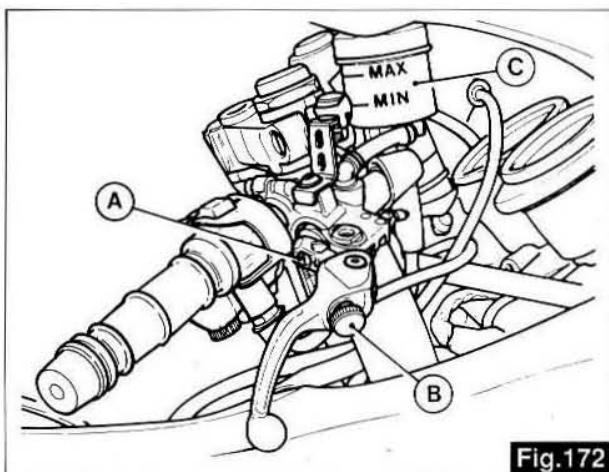

Fig.172
## 18.2 CONTRÔLE DU NIVEAU D'HUILE DANS LES RÉSERVOIRS (figures 172 et 173)
**1** Vérifiez fréquemment le niveau du fluide dans le réservoir avant «C» fig.172 et dans celui arrière «F» fig.173. Ce niveau ne doit jamais descendre en-dessous du repère de minimum gravé dans les réservoirs.
## 18.2 KONTROLLE BREMSFLÜSSIGKEITSSTAND IN DEN TANKS DER BREMSZYLLINDER (Abb.172 und 173)
**1** Häufig den Bremsflüssigkeitsstand im Behälter vorne «C» auf Abb.172 und hinten «F» auf Abb.173 kontrollieren. Dieser Flüssigkeitsstand darf nie unter den auf den Behältern angegebenen Mindestpegel absinken.